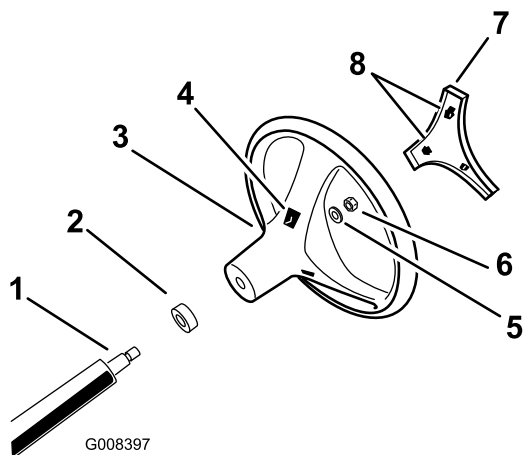

Figura 3
4. Fije el volante a la columna con la tuerca (Figura 3). Apriete la tuerca a 24-30 Nm.